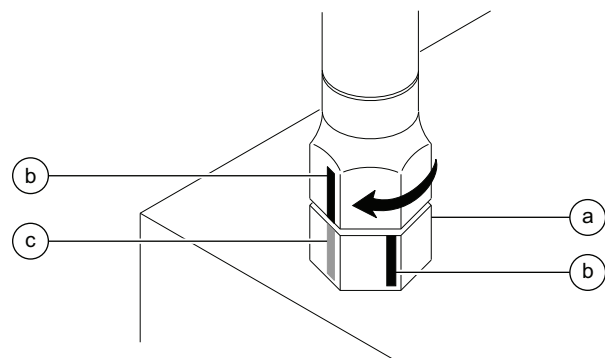

Figura 2
- 3 Tomando como referencia la conexión hexagonal de la carrocería, gire la tuerca hacia la derecha y realice una segunda marca en la conexión con el rotulador para indicar la posición de apriete adecuada. Ver figura 2.